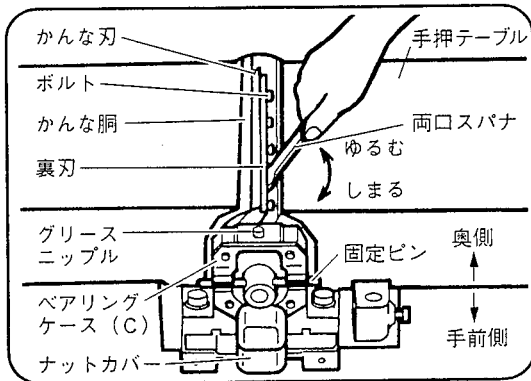
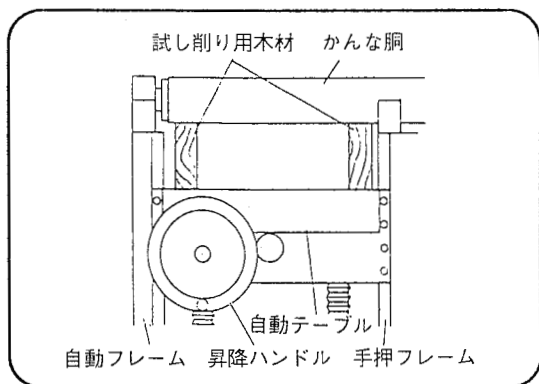

図 23
図 28
- (4) 手押かな盤側面のナットカバーを開きます。
- (5) 付属の固定ピンをかな胴手前側の穴にさし込んでかな胴をまわし、刃先部を上に出します。
- (6) かな胴の奥側の穴に固定ピンをさし込み、かな胴を固定します。（図23）
- (7) 付属の両口スパナ（10mm）で6本のボルトをゆるめると、かな刃は中のばねに押されて数ミリ飛び出します。
- (8) かな刃の両端を手でつかみ、取りはずし、次に裏刃を取りはずします。
- (1) 試し削り用木材を 2 本用意します。次に図 28 のように試し削り用木材を 2 本同時に自動かな盤で切削します。
(2) 切削後、2 本の試し削り用木材の高さの差 (分定精度) を測定します。測定して不満のときは(3)以降の調整で分定精度を上げてください。
(3) 手押かな盤側面のナットカバー (図 23 参照) を開き、付属の固定ピンをかな胴の手前側の穴にさし込んでかな胴をまわし、かな胴の溝を上にしします。次に付属の固定ピンをかな胴の奥側にさし込み、かな胴を固定します。